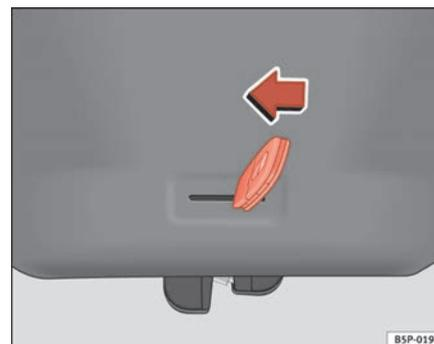

Fig. 46 Cofano vano bagagli: apertura di emergenza
- Inserire l'ingegno della chiave nella fessura e sbloccare il dispositivo di chiusura girando la chiave da destra verso sinistra, come indicato dalla freccia ⇒ fig. 46. ■